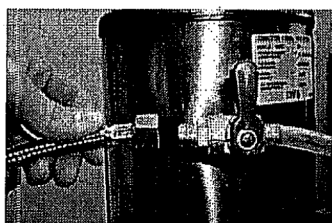

Figure 1
1) Użyj rurki 32 (900 mm, dołączonej do urządzenia), aby podłączyć zawór odcinający magistrali wodnej do kranu dla wlotu wody do zmięczacza wody (rys. 1).
- 1) Sprawdź czy wyłącznik główny urządzenia 1 (rysunek 1) znajduje się w pozycji 0 (zero).